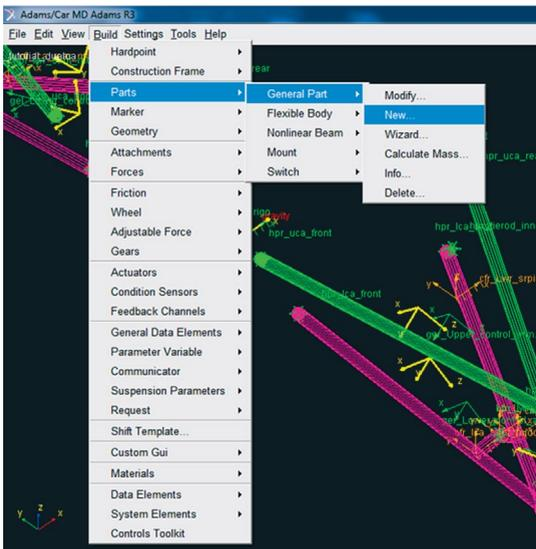

Figura 5.71 – Tela correspondente à opção de construção do *General Part*.
- Crie outro *General Part* que, juntamente com o *General Part* “Upper_strut”, representará o comportamento do amortecedor e da mola. Para criá-lo acesse o menu *Build* → *Parts* → *General Part* → *New* (Figura 5.71).